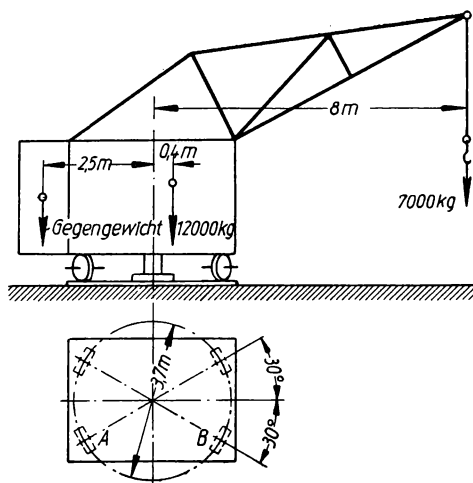

Bild 174
**309.** Ein Drehkran (Bild 174) ruht auf vier Rädern, die auf einem Schienenkreise von 3,7 m Durchmesser laufen. Der mittlere Drehzapfen des Krans dient nur zum Führen, nicht zum Tragen. Die Nutzlast 7000 kg greift in 8 m Ausladung an; das Eigengewicht 12000 kg des unbelasteten Krangerüsts in 0,4 m Abstand von der Drehachse. Für die